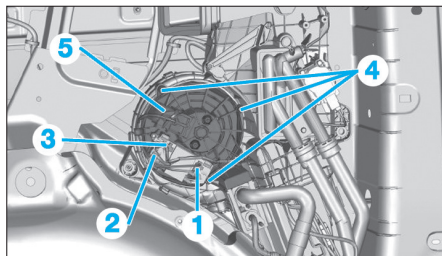

Fig. 32
- Déconnecter les connecteurs (1), (2) et (3) (Fig.32).
- les 3 vis (4),
- le motoventilateur (5),